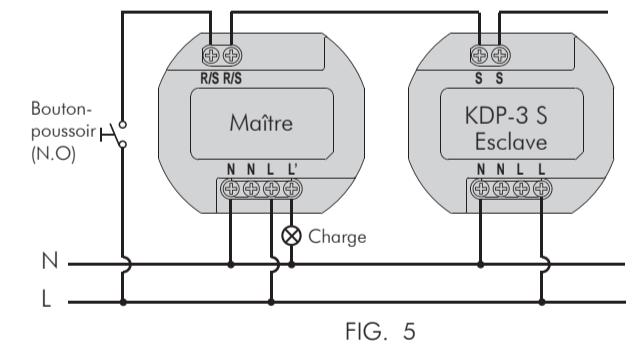
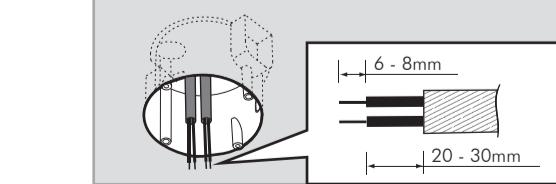

FIG. 5
FIG. 7
Utilisation du détecteur maître / esclave (vous pouvez connecter un nombre maximum de 10 détecteurs esclaves au terminal R/S du détecteur maître) (Voir FIG.5).
3.4.1.2 Retirez les câbles d'alimentation CA de la boîte de jonction de norme européenne (Voir FIG.7), dénudez la gaine du câble sur environ 6 - 8 mm pour câblage (Voir FIG.5).
3.4.2.3 Veuillez vous référer à l'illustration de la FIG.5 pour effectuer le câblage approprié et vissez ensuite le KDP3/5 fermement.